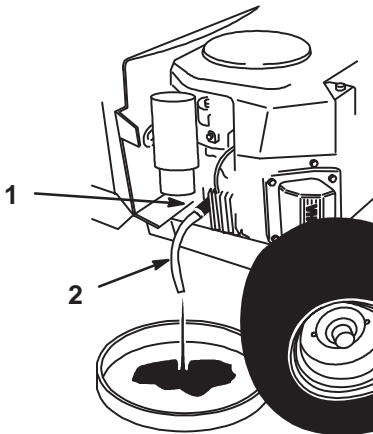

Abbildung 21
5. Eine Schale unter die Ölablaßöffnung stellen. Den Ablaß öffnen, indem er um 1/8 Umdrehung im Gegenuhrzeigersinn gedreht und herausgezogen wird (Abb. 21).